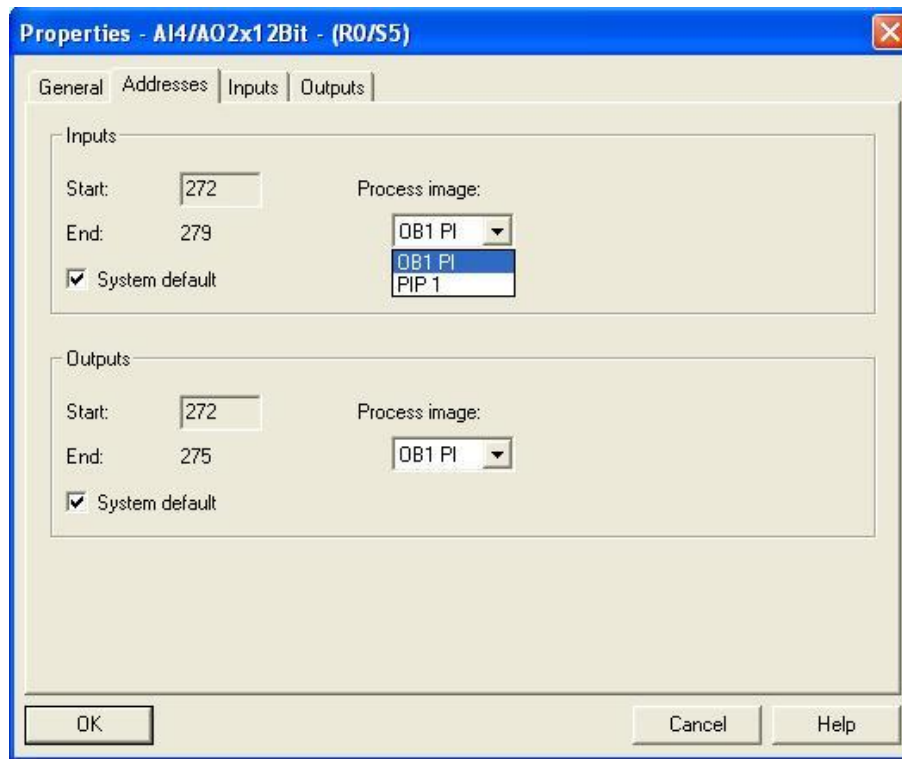

Figura 2.4: Object Properties - Adresses.
- Abra o *Object Properties* e clique na aba *Addresses* (ver figura 2.4). Em *Process image* você verificará que deve-se escolher entre duas opções de configuração; OB1 PI e PIP1. A escolha da primeira opção indica à CPU que a leitura das entradas no modo analógico e a escrita das variáveis de saída devem ocorrer de forma cíclica a cada iteração do bloco organizacional OB1.
- Ainda na figura 2.4, repare que há uma faixa de valores inteiros definida como os endereços individuais de cada entrada e de cada saída. Essa faixa de endereços pode ser modificada desabilitando-se a opção *System default* e alterando o endereço da primeira entrada/saída. Repare também que o formato do endereço está de acordo com o tamanho da palavra de bits, ou seja, como as palavras são de 16bits, cada ponto de entrada/saída ocupa uma faixa de dois inteiros.